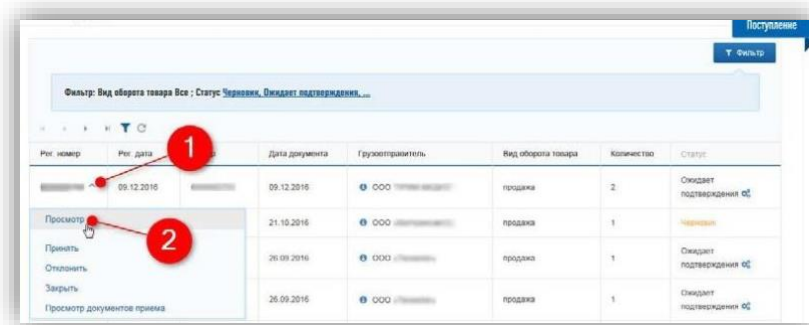

Рисунок 186 – Просмотр документа
– В строке документа о поступлении нажмите на символ «▼» в поле «Рег. номер» и выберите в выпадающем списке пункт меню «Просмотр», чтобы ознакомиться с поступающей продукцией (рис. 186).